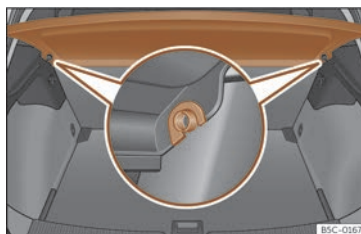

Fig. 172 Al maleter: desmuntar i muntar la safata.
- Desenganxeu la safata dels suports laterals >>> **fig. 172** estirant-la cap amunt i extraieu la safata.
- Introduïu la safata horitzontalment fent coincidir la "ferradura" sobre l'eix dels suports >>> **fig. 172**, i premeu cap avall fins que encaixin.